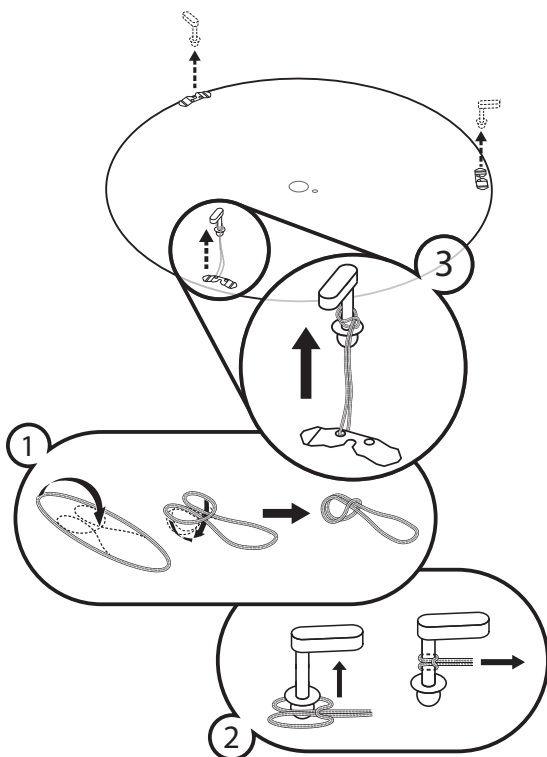

Bild 2. Donets frontplåt säkras med bifogad säkerhetslina genom en enkel ögla i ett av donets avståndsben.
- För extra säkerhet levereras produkten med säkerhetslina som ska säkras i frontplåten och ett av avståndsbenen med en enkel ögla, se Bild 2.